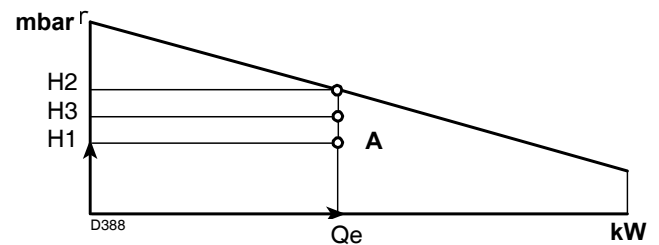

Fig. 41
punto A che deve rimanere entro il campo di lavoro (Fig. 41).
- 4 - Tracciare una verticale dal punto A, Fig. 41, e trovare la massima pressione H2 del campo di lavoro.
Se H3 è maggiore di H1, come in Fig. 41, il bruciatore può erogare la portata richiesta.